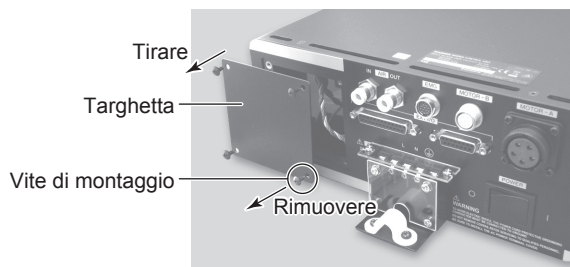

Fig. 21
- (2) Rimuovere la vite dalla targhetta e rimuovere la targhetta dal CONTROLLER (Fig. 21).